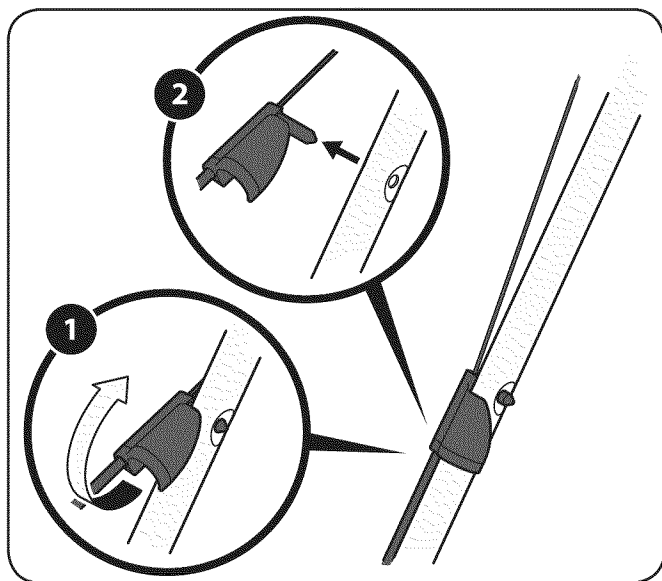

Figura 26
1. Gire el montaje cable de la unidad se encuentra en la barra superior izquierda hacia arriba. Vea Figura 26.